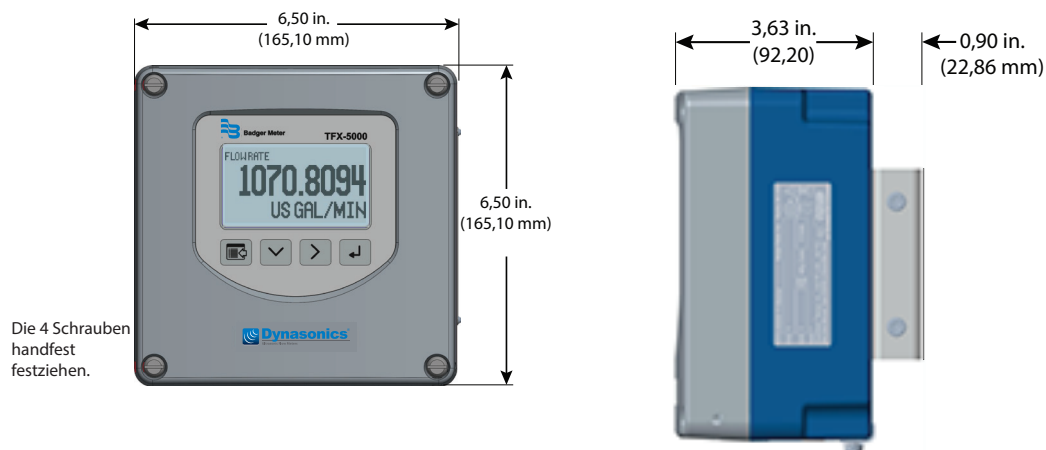

Abbildung 2: Abmessungen des fernmontierten Gehäuses
- Für Einzelheiten zu Gehäuse- und Montagemaßen siehe Abbildung 2 auf Seite 6. Dabei muss ausreichend Platz für das Schwenken der Tür sowie Wartungsöffnungen und Kabeldurchführungen bleiben.
- Für Einzelheiten zu Gehäuse- und Montagemaßen siehe *Abbildung 2 auf Seite 6.* Dabei muss ausreichend Platz für das Schwenken der Tür sowie Wartungsöffnungen und Kabeldurchführungen bleiben.